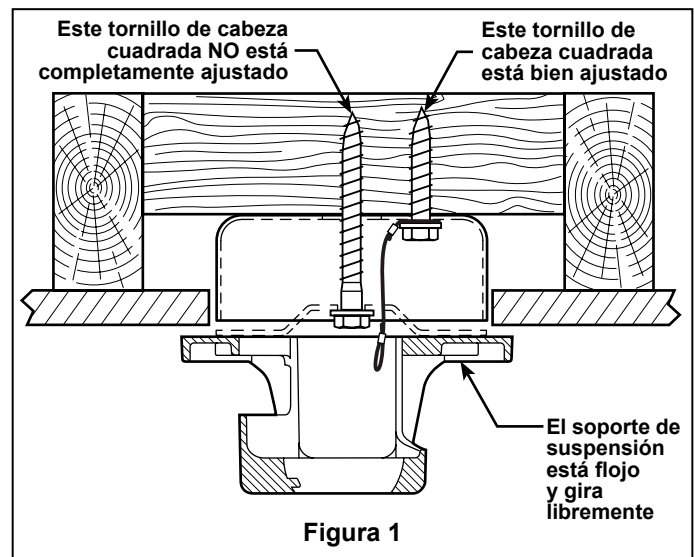

Figura 1
1. Fijación del cable de soporte para techo (Figura 1): Taladre un orificio guía de 0,6 cm ($\frac{1}{4}$ ") en una de las cuatro esquinas de la caja de conexiones y a través de la viga de techo o miembro estructural. Fije firmemente el cable de soporte para techo con el tornillo de cabeza cuadrada de $\frac{3}{8}$ " x 2" y la arandela plana.
NOTA: El cable de soporte para techo debe asegurarse entre la arandela plana y la caja de conexiones con un tornillo de cabeza cuadrada de 2" (Figura 1).
2. Sujeción del soporte de suspensión preliminar (Figura 1): Taladre un orificio guía de $\frac{1}{4}$ " en el centro de la caja de conexiones y a través de la viga de techo o miembro estructural. Fije sin apretar el soporte de suspensión a la estructura del techo con el tornillo de cabeza cuadrada de $\frac{3}{8}$ " x 5" y la arandela plana. TODAVÍA NO AJUSTE POR COMPLETO EL TORNILLO DE CABEZA CUADRADA EL soporte de suspensión debe girar libremente.